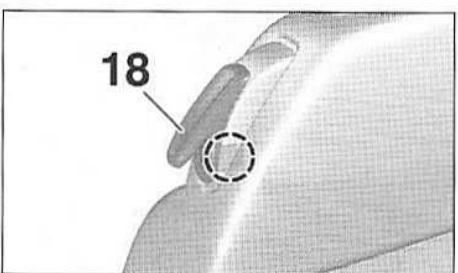

FIG.20
- Dégrafer la commande de basculement (18) (Fig.20).